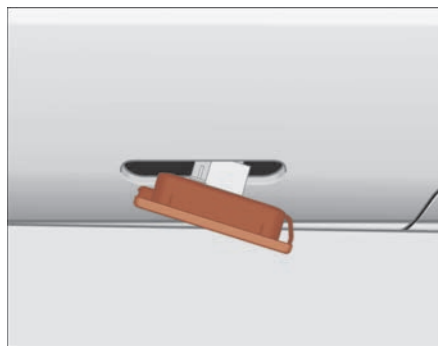

Fig. 163 Intermitente lateral
- Coloque el intermitente en primer lugar en el orificio de la carrocería, encajando las pestañas (1) ⇒ página 261, fig. 163 y a continuación, coloque la lámpara como indica la flecha (2). ■